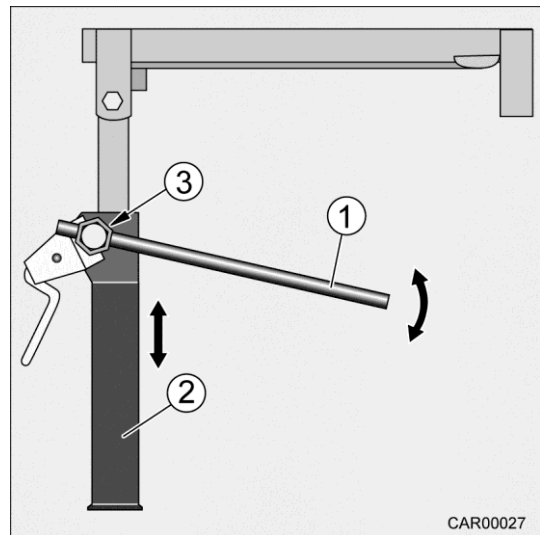

Fig. 55 Béquille arrière à manivelle s-plus
5. Placer la clé à douille (Fig. 55/1) sur l'écrou hexagonal (Fig. 55/3).
6. Déplacer la béquille arrière à manivelle (Fig. 55/2) avec la clé à douille (Fig. 55/1) vers le bas jusqu'à ce qu'elle soit complètement en contact avec le sol.
1. Placer la clé à douille (Fig. 55/1) sur l'écrou hexagonal (Fig. 55/3).
2. Déplacer la béquille arrière à manivelle (Fig. 55/2) avec la clé à douille (Fig. 55/1) vers le haut jusqu'à ce qu'elle ne touche plus le sol.
3. Enlever la clé à douille (Fig. 55/1) de l'écrou hexagonal (Fig. 55/3).